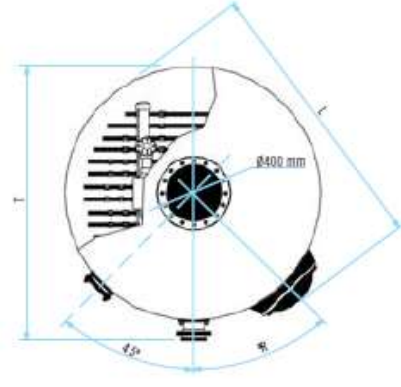

Fig. 3.2 Venturi Injetor
Uma parte do fluxo da água de recirculação da piscina é desviado mediante um by-pass bombeado para que passe através de um Venturi (Fig. 3.2) com o objetivo de misturar na água e o ar de ozônio. Esta mistura de água e ar de ozônio se dá em uma câmara de contato com se agita esta mistura realizando um ótimo contato entre o gás ozônio e a água, produzindo a decomposição do ozônio a oxigênio e a oxidação da matéria orgânica da água.
2. Os Injetor Venturi AstralPool, devem ser instalados com a parte principal em posição horizontal (fig. 3.2). A sucção do injetor pode estar orientado em qualquer direção.